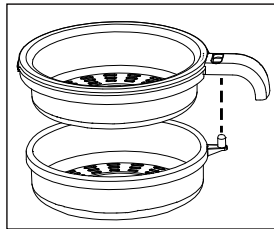

Fig.1
- ◆ Si nécessaire, déroulez le cordon de son dispositif d'enroulement ⑫.
- ◆ Placez la base ⑪ sur une surface plane et sèche.
- ◆ Assemblez le filtre ④/⑤. Placez pour cela les deux parties l'une sur l'autre de manière à ce que le sélecteur ⑥ dépasse de l'ouverture correspondante dans la partie supérieure du filtre ④ (Fig.1). Pressez les deux parties jusqu'à ce qu'elles s'enclenchent.